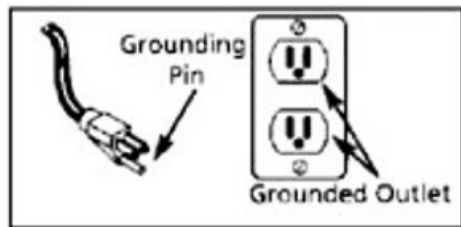

Fig. 2
1. Dette produkt er til brug på et 230 volts kredsløb og har en jordforbindelse, der ligner stikket vist på Fig. 2. Sørg for at stikket er tilsluttet en stikkontakt, der passer til stikket. Dette produkt skal jordes i tilfælde af elektrisk stød ved at sørge for en udgangsledning til elektrisk strøm. Dette produkt er udstyret med en ledning med en jordledning og et jordstik. Stikket skal sættes i en stikkontakt, der er korrekt installeret og jordnet i overensstemmelse med alle lokale regler og bekendtgørelser.